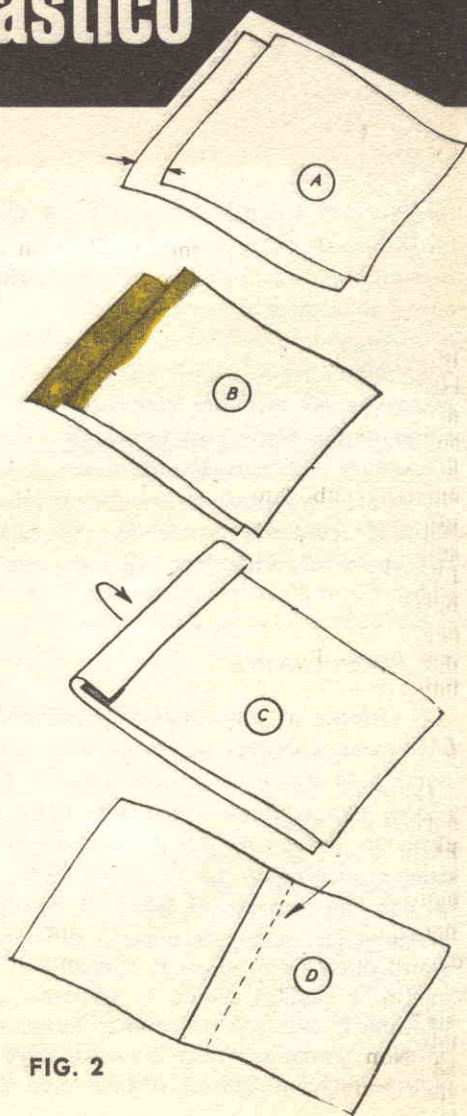
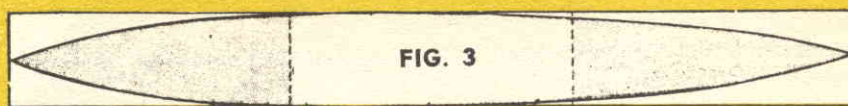

FIG. 2
FIG. 3
Allo scopo, noi consigliamo di usare una colla ottenuta bollendo della comune fior di farina per 10 minuti, e lasciata raffreddare prima dell'uso. I pezzi da congiungere debbono giacere l'uno sull'altro, quello inferiore sporgente di 1 cm, come è indicato in A di fig. 2. Disponete un po' di colla lungo i bordi di entrambi i fogli (B) e piegate il bordo sporgente del foglio inferiore sul bordo di quello superiore, come è indicato in C. Pressate leggermente le due parti incollate e prima di attendere l'essiccamento aprite e stendete i due fogli (D). Quando i 12 pezzi sono essiccati, tracciate l'asse longitudinale di uno di essi e disegnatte la forma di cui a fig. 3. La
Ora incollatele insieme a due a due lungo i bordi con lo stesso metodo di fig. 2 e lasciateli essiccare. Quando la colla si sarà asciugata, piegate, e mettete assieme due doppie stri-